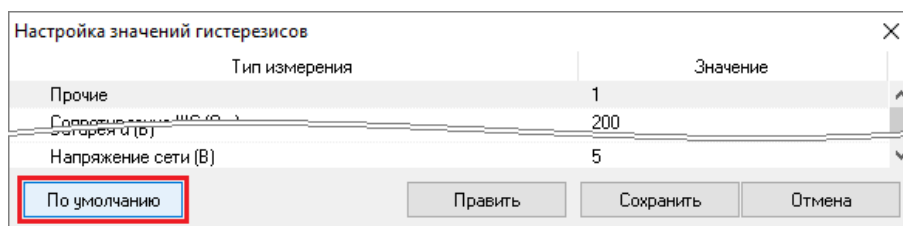

Рисунок 6-243 Возврат к значениям гистерезиса по умолчанию по
- либо нажмите кнопку «По умолчанию» (см. Рисунок 6-243);